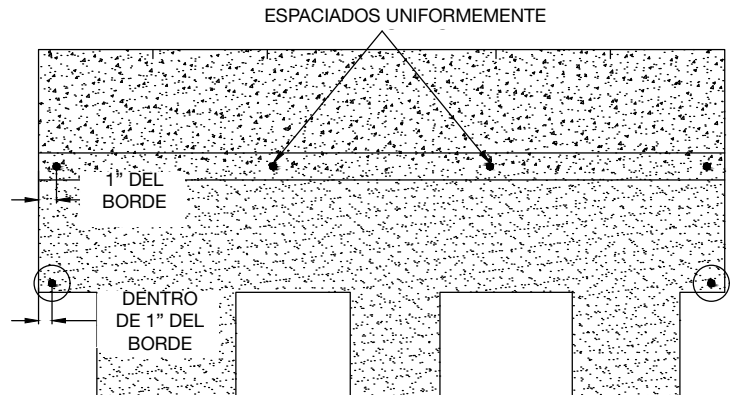

Figura 7 - Patrón de sujeción de 6 clavos
Coloque dos (2) sujetadores en el *área de clavado baja*, a no más de 1" (25 mm) de cada borde y aproximadamente 3/4" (19 mm) sobre las pestañas; asegúrese de que queden cubiertos por las pestañas de las tejas de la hilada que se colocará sobre ellos (vea la Figura 7).